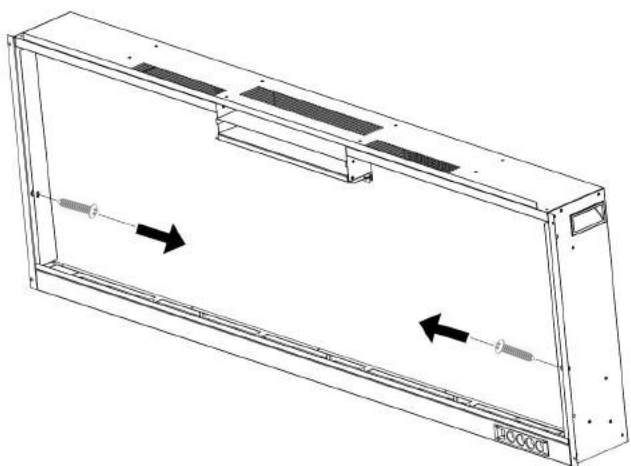

Fig. 2-1
A. Verwijder de schroeven (1 per zijde) van de zijkanten van de haard. Leg de schroeven opzij (Afb. 2-1)